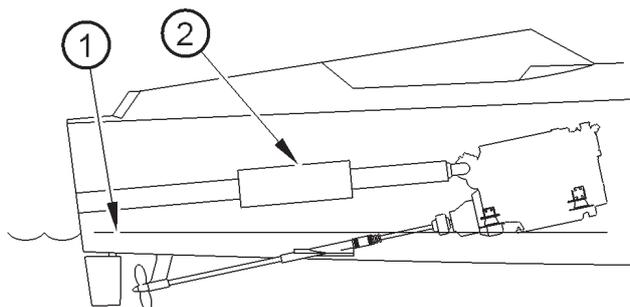

Figura 7
La Figura 7 mostra un motore situato ben al di sopra della linea di galleggiamento (1), con una pendenza più ripida di 5° nella parte posteriore dell'imbarcazione. L'acqua confluirà naturalmente lungo lo scarico verso poppa. Per ridurre la rumorosità deve essere utilizzato un silenziatore in linea rettilineo (2).